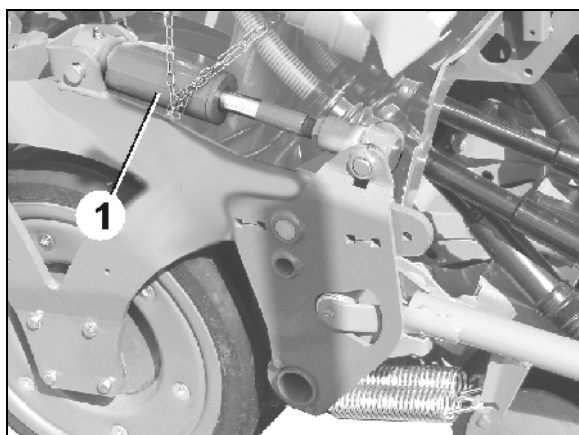

Рис. 55
- необходимо поднять сошники путем активации блока управления трактора 3. Сошники поднимаются посредством гидроцилиндров (Рис. 55/1).